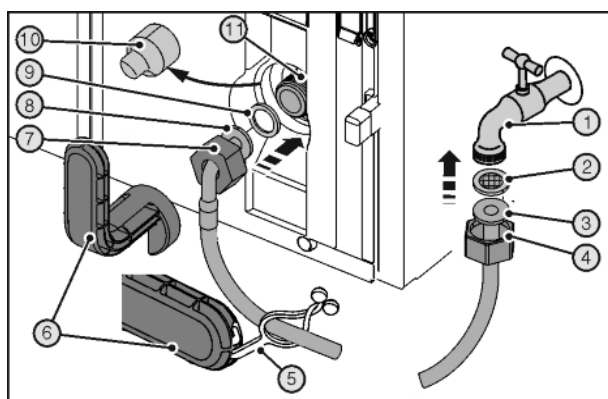

Fig. 44
Snijwonden door gebroken hulpgereedschap Fig. 44 (6).
▶ Hulpgereedschap Fig. 44 (6) uitsluitend op kamertemperatuur gebruiken.
- ▶ Schuif de moer Fig. 44 (4) via het rechte uiteinde van de slang Fig. 44 (3) tot aan het uiteinde en houd de moer vast.
- ▶ Opvangzeef Fig. 44 (2) in de moer Fig. 44 (4) aanbrengen.
- ▷ De opvangzeef Fig. 44 (2) zit vlak tegen het rechte uiteinde van de slang Fig. 44 (3) en wordt licht vastgehouden.
- ▶ Sluit de moer Fig. 44 (4) met de opvangzeef van het rechte uiteinde van de slang Fig. 44 (3) op Fig. 44 (2) de afsluitkraan Fig. 44 (1) aan.
- ▶ Door het tijdelijk openen van de afsluitkraan Fig. 44 (1) van de watervoorziening, de waterleiding ontluichten en met water vullen. Slang hiervoor in een emmer houden.
- ▶ Afdekking Fig. 44 (10) eraf trekken.
- ▶ Schuif de moer Fig. 44 (7) via het haakse uiteinde van de slang Fig. 44 (8) tot aan het uiteinde en houd de moer vast.
- ▶ Bevochtig de afdichting Fig. 44 (9) en druk de moer Fig. 44 (7) op het haakse uiteinde van de slang Fig. 44 (8).
- ▷ De afdichting Fig. 44 (9) zit vlak tegen het haakse uiteinde van de slang Fig. 44 (8) en wordt licht vastgehouden.
- ▶ Sluit de moer Fig. 44 (7) met de afdichting van het haakse uiteinde van de slang Fig. 44 (8) op Fig. 44 (9) het magneetventiel Fig. 44 (11) aan.
- ▶ De aansluitingen met het hulpgereedschap Fig. 44 (6) rechtsom vastdraaien tot het maximale aanhaalmoment is bereikt en het hulpgereedschap Fig. 44 (6) doldraaid.
- ▶ De afsluitkraan Fig. 44 (1) van de watervoorziening openen en het volledige watersysteem op dichtheid controleren.
- ▶ De lus Fig. 44 (5) in het hulpgereedschap Fig. 44 (6) aanbrengen en voor het opbergen aan de roestvrijstalen slang bevestigen.